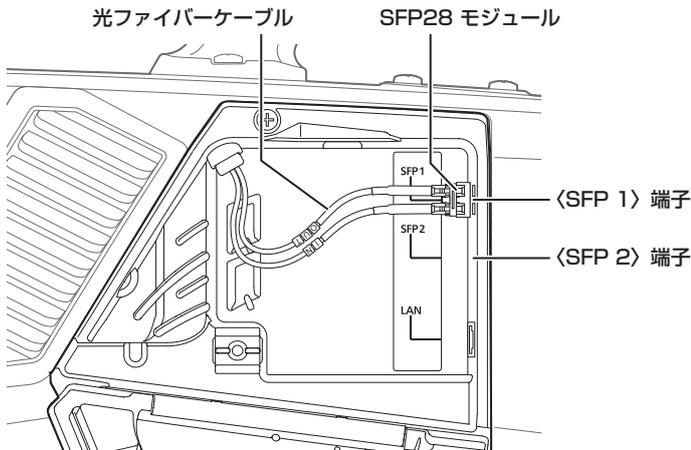

図 1
- 2 図 1 のように 〈SFP 1〉 端子に挿入されている SFP28 モジュールの光ファイバーケーブルを取り外します。